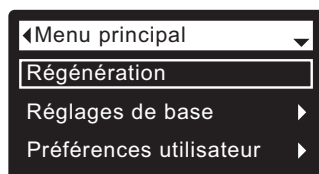

FIG. 42
2. Vérifiez que **Régénération** est mis en évidence (cf. Figure 42).